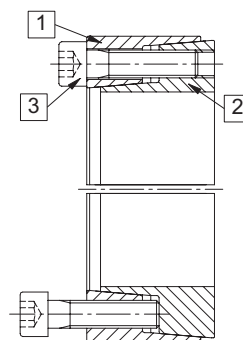

Fig 1
- 2 Lossa samtliga skruvar minst två varv och flytta över minst två skruvar till avdragargångarna i den yttre tryckringen (del 1) för att trycka isär konerna för att på ett enklare sätt kunna montera elementet (se fig. 1).